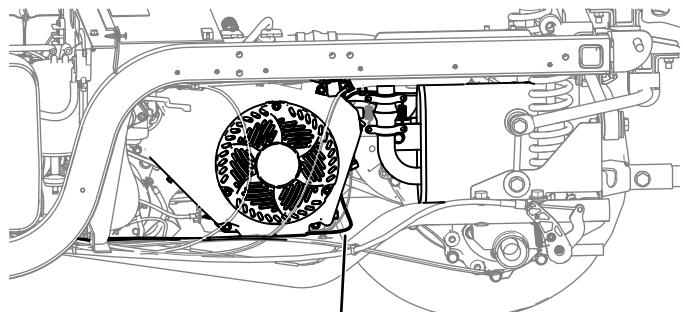

Figure 6
2. Acheminez le faisceau de câblage du kit le long du côté gauche du moteur en suivant le faisceau de câblage de la machine et posez des serre-câbles au besoin (Figure 6).